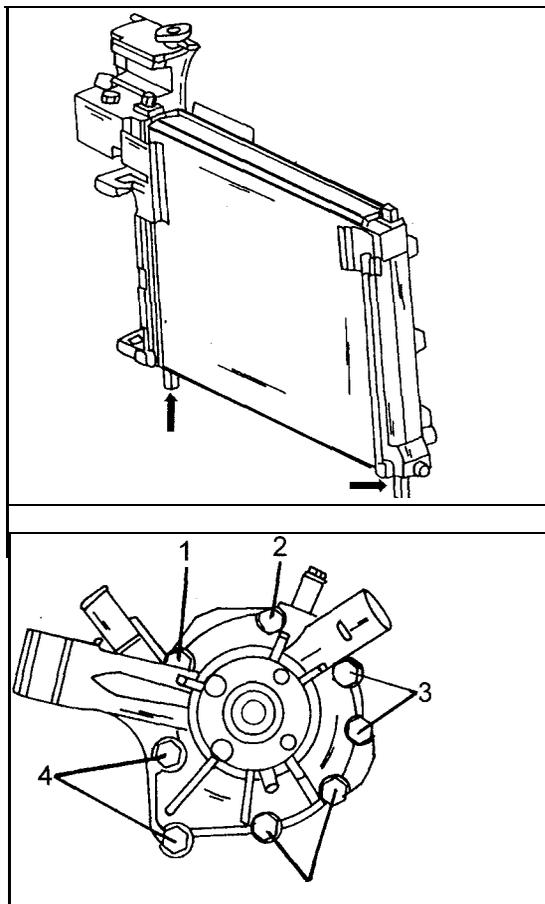

Bild 185
- Die Befestigungen des Kühlers lösen und den Kühler nach oben herausheben. In der Unterseite des Kühlers sind zwei Führungsbolzen eingesetzt, die in entsprechende Aufnahmebohrungen in den Aggregatträger an der Unterseite eingreifen. In Bild 185 sind diese mit den Pfeilen bezeichnet.